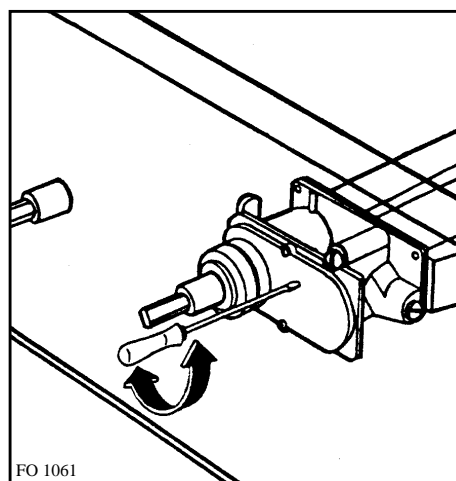

рис. 27
Если плита отрегулирована для работы с природным газом, то чтобы переключить плиту на сжиженный баллонный газ, используйте резиновую насадку "В" (имеется в комплекте). Между трубой подачи газа и насадкой всегда должна быть установлена уплотнительная прокладка "С" (рис. 27).
- при помощи тонкой отвертки установите регулировочный винт в нужное положение (рис. 27);